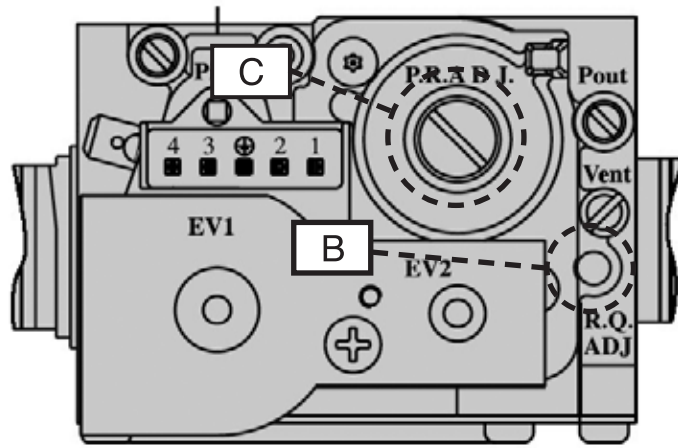

fig. 26
- Regolare il valore dell'anidride carbonica (CO₂) nei fumi ruotando il regolatore di rapporto B (fig. 26) e assicurarsi che rientri nei limiti della tabella 12.
- Regolare il valore dell'anidride carbonica (CO₂) nei fumi ruotando il regolatore di offset C (fig. 26) e assicurarsi che rientri nei limiti della tabella 12.